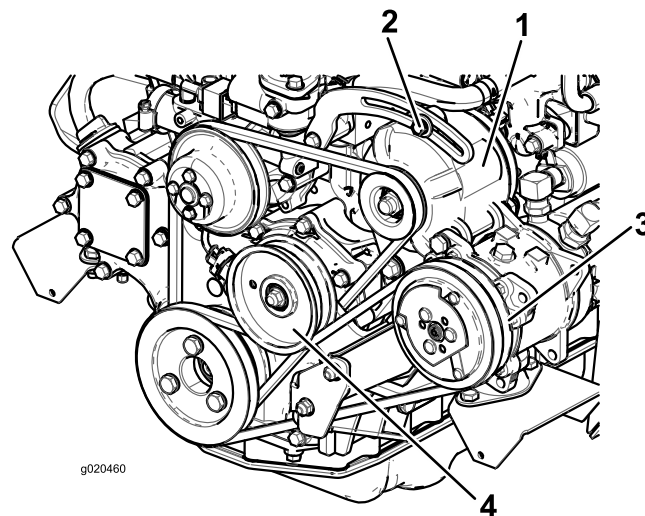

Bild 69
Prüfen Sie den Zustand und die Spannung des Riemen (Bild 69) alle 100 Betriebsstunden.
2. Lockern Sie bei einer Durchbiegung von mehr oder weniger als 10 mm die Befestigungsschrauben der Lichtmaschine (Bild 69). Erhöhen oder reduzieren Sie die Spannung des Lichtmaschinen-Treibriemens und ziehen Sie die Schrauben wieder fest. Prüfen Sie die Riemen Spannung noch einmal auf korrekte Einstellung.
Spannscheibe (Bild 69). Erhöhen oder reduzieren Sie die Spannung der Kompressor-Riemenspannung und ziehen Sie die Schraube fest. Prüfen Sie die Riemenspannung noch einmal auf korrekte Einstellung.